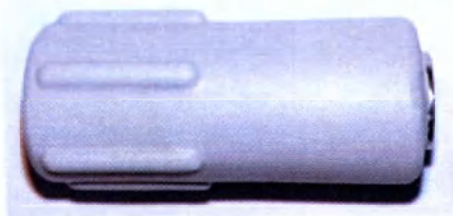

Рисунок 19. Заглушка оптического разъема
Заглушка оптического разъема (рис.19) предназначена для предотвращения загрязнения оптического разъема во время транспортировки и хранения.
7. Выкрутите заглушку оптического разъема (рис.19) из оптического разъема на задней стенке Аппарата (6, рис. 5), вращая ее против часовой стрелки.
По мере износа волоконного инструмента с торцевым выходом возрастает вероятность его обламывания и попадания обломков в тело пациента. Во избежание таких проблем необходимо скалывать торец волоконного инструмента после каждой операции с помощью скалывателя волоконного инструмента (рис.19). Скалывание осуществляют после зачистки защитной оболочки стриппером (рис.18) с обнажением примерно 4-5 мм волокна. Чтобы зафиксировать положение волокна, прижмите его к указательному пальцу в месте предполагаемого скалывания. Пользуясь скалывателем, проведите одной из его сторон поперёк волокна с очень лёгким нажимом, чтобы сделать насечку.